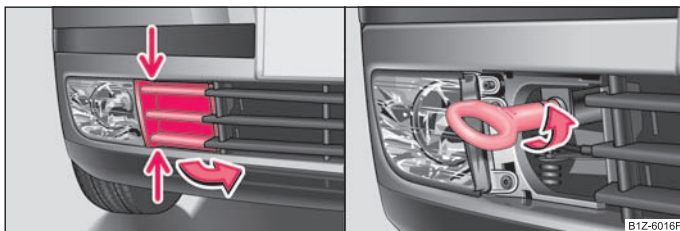

Fig. 141 Bara de protecție față: Grilajul de protecție / montarea inelului de remorcare
- Apăsați cu mâna pe grilaj (în capătul opus marcatului) și eliberați-l în sensul săgeții ⇒ fig. 141 - stânga.
- Înșurubați cârligul de tractare cu mâna spre stânga ⇒ fig. 141 - dreapta. Pentru strângere vă recomandăm de exemplu o cheie de roată*, un cârlig de tractare al unui alt autovehicul sau un alt obiect asemănător, pe care să-l introduceți prin cârlig.